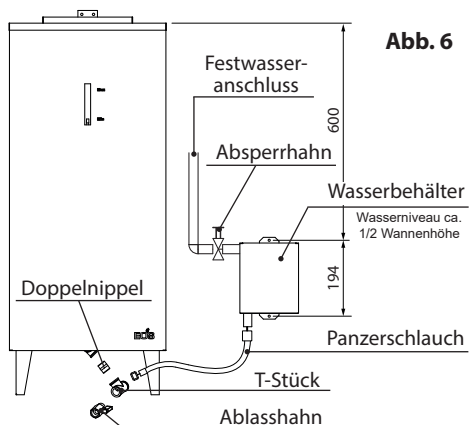

Abb. 6
- Stellen Sie die Verbindung zwischen Wasserbehälter und Verdampfer gemäß Abb. 2 und Abb. 6 her.